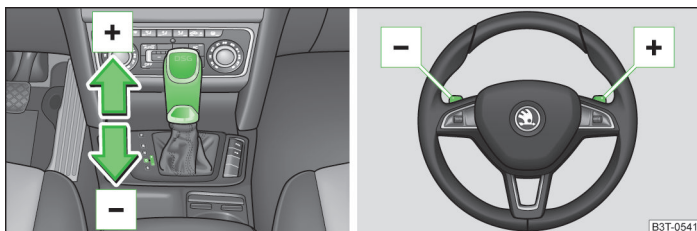

Fig. 129 Levier sélecteur et volant multifonction
- Donnez une impulsion sur le levier sélecteur vers l'avant » fig. 129.
- Poussez le bouton à bascule de droite » fig. 129 brièvement en direction du volant.
- Donnez une impulsion sur le levier sélecteur vers l'arrière » fig. 129.
- Poussez le bouton à bascule de gauche » fig. 129 brièvement en direction du volant.
- Poussez un des boutons à bascule brièvement en direction du volant » fig. 129.